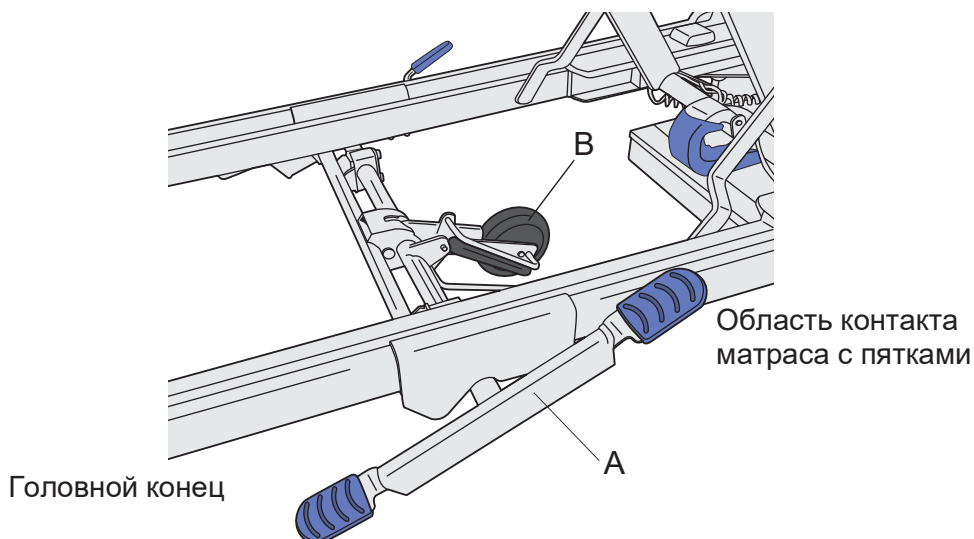

Рис. 1 - Педаль активации 5-го колеса
1. Наступите на головной конец педали активации 5-го колеса (А). (см. рис. 1).
1. Наступите на ножной конец педали активации 5-го колеса (А). (см. рис. 1).